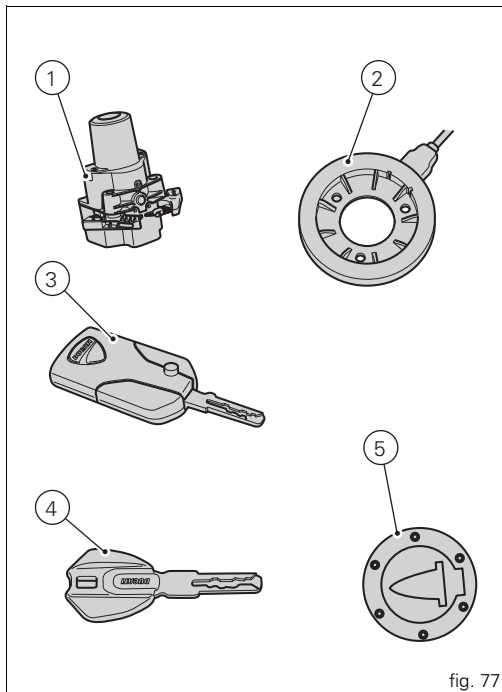

fig. 77
Le Key-On se fait à l'aide du bouton (6) situé sur le commutateur droit du guidon ou à l'aide du bouton d'urgence (7) placé sur le bloc Hands Free (1, fig. 77).
Le Key-Off se fait à l'aide du bouton (6) situé sur le commutateur droit du guidon ou à l'aide du bouton (7) placé sur le bloc Hands Free (1, fig. 77).
Le Key-On ne peut être réalisé qu'en présence d'une des deux clés (3, fig. 77) ou (4, fig. 77), ou bien en saisissant le PIN CODE.
Le Key-Off, par contre, peut être réalisé même en l'absence de la clé (3, fig. 77) ou (4, fig. 77).
Quand la pile de la clé active (3, fig. 77) est épuisée, celle-ci fonctionne comme la clé passive (4, fig. 77). Le tableau de bord signale l'épuisement de la batterie.
Le Key-On se fait en appuyant sur le bouton rouge (6) du guidon en position ALLUMAGE / EXTINCTION HANDS FREE et en présence de la clé active (3, fig. 77).
La clé active (3, fig. 77) a un rayon d'action d'environ 1,5 m, elle peut donc être utilisée dans ce périmètre.
Le Key-Off se fait en appuyant sur le bouton rouge (6) du guidon en position ALLUMAGE / EXTINCTION HANDS FREE, même en l'absence de la clé (3, fig. 77), uniquement lorsque la vitesse du véhicule est égale à zéro.
Le Key-On se fait en appuyant sur le bouton (7) du bloc Hands Free (1, fig. 77) en présence de la clé active (3, fig. 77).
Le Key-Off se fait en appuyant sur le bouton (7) du bloc Hands Free (1, fig. 77) même en l'absence de la clé (3, fig. 77).
Le Key-On se fait en appuyant sur le bouton rouge (6) du guidon en position ALLUMAGE / EXTINCTION HANDS FREE et en présence de la clé passive (4, fig. 77).
La clé passive (4, fig. 77) a un rayon d'action de quelques centimètres, cette clé (4, fig. 77) doit donc être placée près de l'antenne (2). Pour accéder à l'antenne (2), déposer la selle (voir « Dépose de la selle » à la page 119).
Le Key-Off se fait en appuyant sur le bouton rouge (6) du guidon en position ALLUMAGE / EXTINCTION HANDS FREE, même en l'absence de la clé (4, fig. 77), uniquement lorsque la vitesse du véhicule est égale à zéro.
Le Key-On se fait en appuyant sur le bouton (7) du bloc Hands Free en présence de la clé passive (4, fig. 77).
Le Key-Off se fait en appuyant sur le bouton (7) du bloc Hands Free (1, fig. 77) même en l'absence de la clé (4, fig. 77).
Le Key-On se fait en appuyant sur le bouton (7) du bloc Hands Free (1, fig. 77) en l'absence des clés (3, fig. 77) et (4, fig. 77), et en saisissant le PIN CODE dans le tableau de bord. Le Key-Off se fait en appuyant sur le bouton (6) du guidon, bouton Hands Free (7), moteur arrêté, en l'absence des clés. Après chaque Key-Off, lors du prochain Key-On, en l'absence des clés, il faut saisir le PIN CODE.